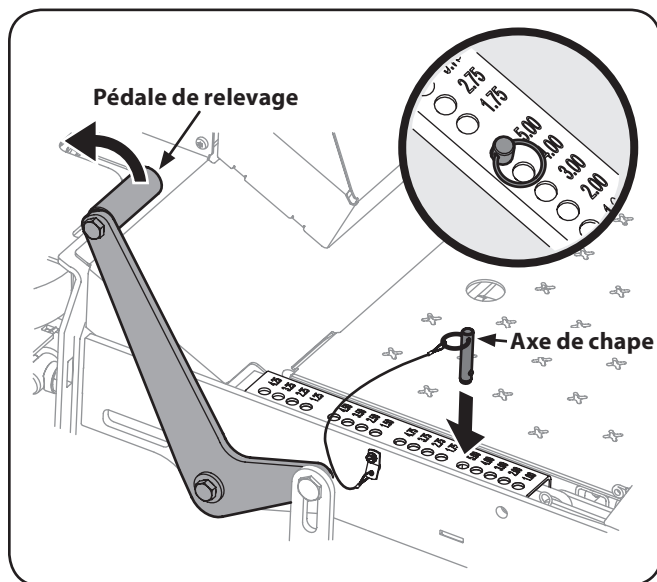

Figure 5-10
1. À l'aide de la pédale de relevage du plateau de coupe, relevez le plateau de coupe à la plus haute position. Placez l'axe de chape (attaché à la tondeuse) dans le trou d'index correspondant à la hauteur désirée, puis relâchez lentement la pédale de relevage du plateau de coupe. Voir Figure 5-10.